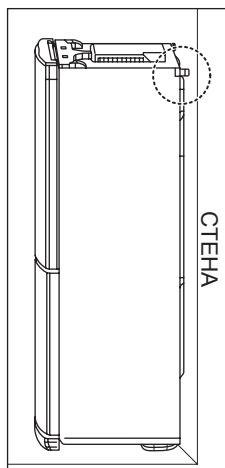

Рис.2
5. Над холодильником, а так же с задней и боковых его сторон должно быть свободное пространство не менее 5 см. для циркуляции воздуха и снижения энергопотребления. Рис.2